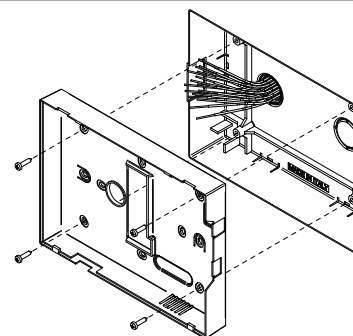

Fig. 5
3. Come mostrato in figura **Fig. 5**, fissare il coperchio posteriore del videocitofono alla scatola da incasso avendo cura di mantenere l'orientamento mostrato in figura e di far passare i fili di connessione attraverso l'apposita apertura circolare;